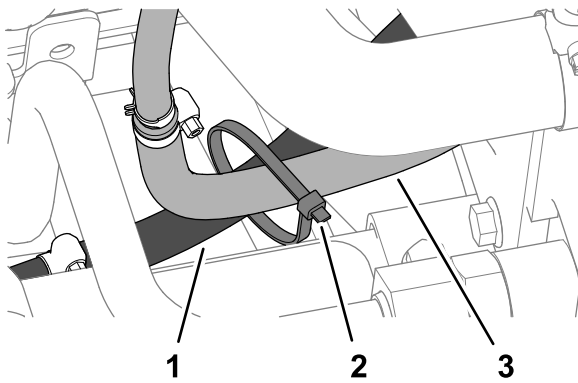

Bild 19
4. Sichern Sie die beiden Schläuche des Kraftstoffkühlers mit einem Kabelbinder zusammen (**Bild 19**).